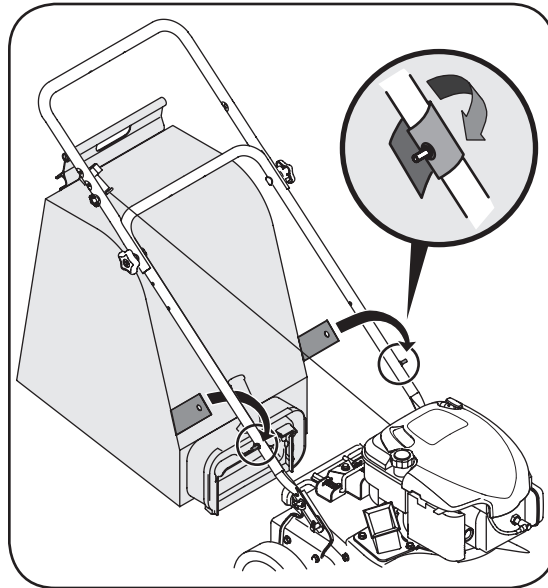

Figura 3-6
4. Coloque las tiras inferiores de la bolsa por encima de la parte superior de la manija inferior, enganchándolas en los pernos. Vea la figura 3-6.